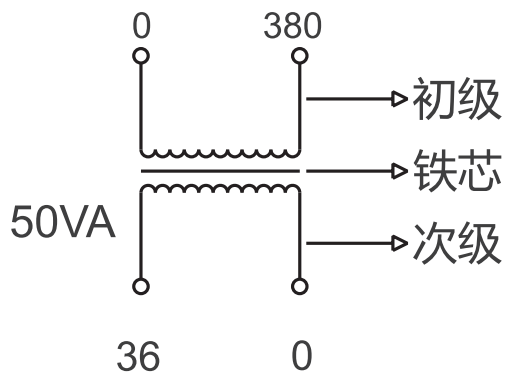
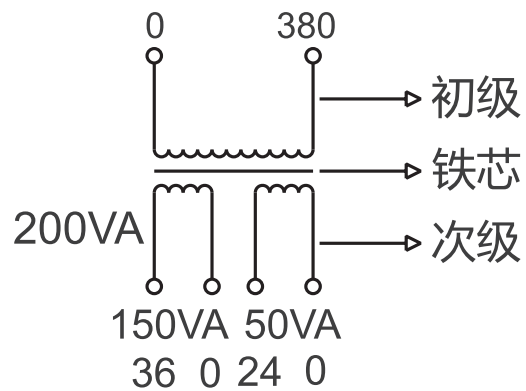
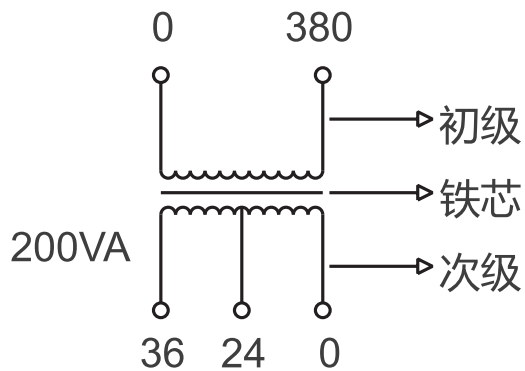
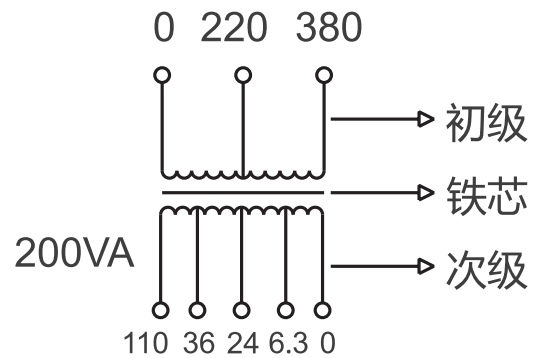

图1 单独绕组
图2 分开绕组
图3 混合绕组
图4 连续式中间带抽头绕组
3.2.2 本系列变压器的线圈，当初次级只有一个绕组时，可担负全部额定的容量；若有多个绕组时，则按各绕组应能承担的容量分配；但各绕组的容量之和不得超过总容量，见图1、图2、图3、图4。
3.2.3.1 例如图1，JMB、BJZ、DG、BZ-50型，容量50VA，输入电压380V，输出电压380V，输出电压36V。因为初、次级只有一个绕组,所以它可以担负全部容量50VA。
3.2.3.2 例如图2，JMB、BJZ、DG、BZ-200型，容量200VA，输入电压380V，输出电压36V、容量150VA，输出电压24V、容量50VA。因为图中初级只有一个绕组，所以它所承担的容量是额定容量200VA；次级有两个分开的单独绕组，而且各绕组容量已标明，所以它们各自承担容量，但总量之和200VA。
3.2.3.3 例如图3，JMB、BJZ、DG、BZ-200型，容量200VA，输入电压380V，输出电压36V、24V。因为图中初级只有一个绕组，所以它所承担的容量是额定容量200VA，次级中有中间抽头，所以次级的最高电压36伏单独使用时，才能带200VA的负载。24V则不能带200VA的负载，只能带133VA的负载。因为次级总电流 $I = P_e / U = 200VA / 36V = 5.55A$ 所以单独使用24V时的容量=
3.2.3.4 例如图4，JMB、BJZ、DG、BZ-200型，容量200VA，输入电压380V、220V，输出电压110V、36V、24V、6.3V。从图4中我们可以看出：初、次级绕组中都有中间抽头。次级的最大使用电流 $I = P_e / U = 200VA / 380V = 0.526A$ 所以无论使用220V或是380V时，其电流不能超过0.526A；即使用380V时，该变压器的容量是200VA，使用220V时，该变压器的最大容量是： $200VA / 380V \times 220V = 116VA$ 所以这时220VA的变压器则成了116VA的变压器了；同时次级容量也随之减小到116VA，次级的最大使用电流取决于初级的使用情况。如果初级接380V的电压上，此时的变压器容量是200VA，所以次级电流应为 $I = P_e / U = 200VA / 110V = 1.8A$ 单独使用110V时，容量则为 $110V \times 1.8A = 200VA$
6.1 购买前，先估算好您所使用的电器总容量，参考图1~图4的结构，选用留有一定容量的变压器，确保瞬时启动时不烧
8.1 变压器的型号、规格、容量、初、次级电压及次级电压的容量分配或参考图1-图4的举例来选择适合您自己的产品。